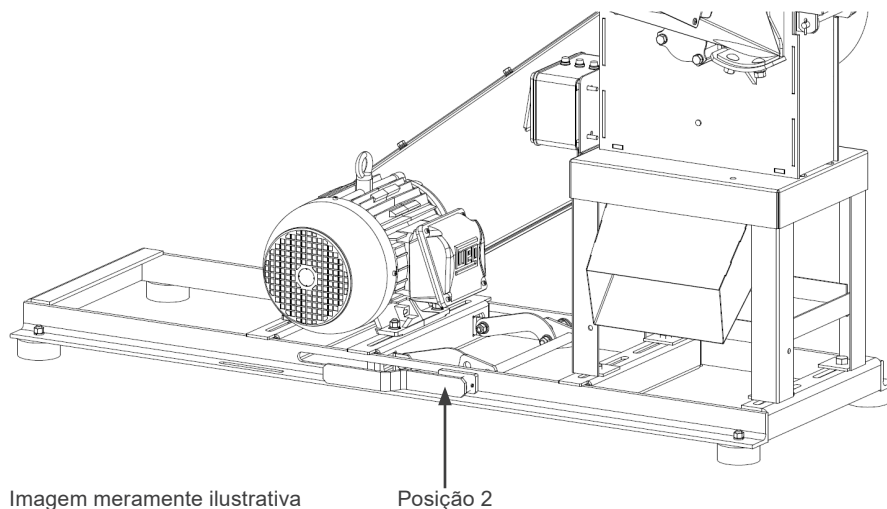

Figura 8.2: Imagem ilustrativa do tensionador de correia
- Antes de ligar o motor, verifique se a alavanca do esticador de correia está na posição 1 de alívio, conforme Figura 8.1 na página 33. Após ligar o motor empurre a alavanca do esticador de correia na posição 2 conforme a Figura 8.2 na página 34.